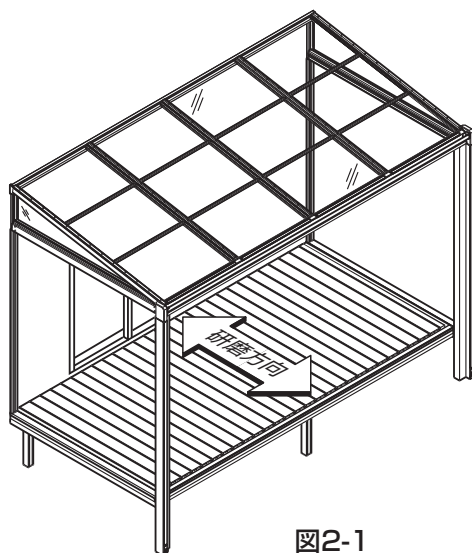

図2-1
①施工後、表面に付いたすりキズは図2-1を参照して、研磨方向に補修用研磨紙で仕上げてください。